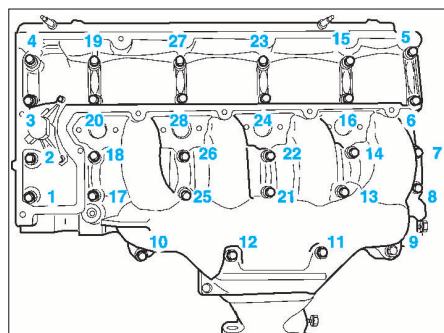

FIG. 77
- le pignon d'arbre à cames (13).
- le moyeu d'arbre à cames (14).
- Desserrer progressivement les vis de fixation du carter palier d'arbre à cames en respectant l'ordre (Fig.77).
- serrer les vis de fixations du couvre culasses suivant l'ordre indiqué (ordre décroissant) (Fig.77).